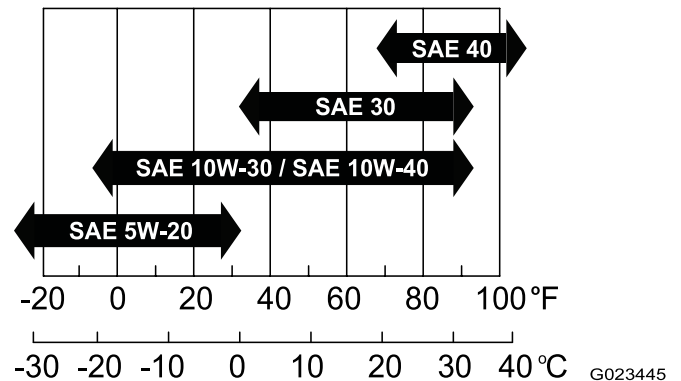

Figura 38
- **Viscosità:** SAE 30; fate riferimento alla seguente tabella per altre viscosità (Figura 38):